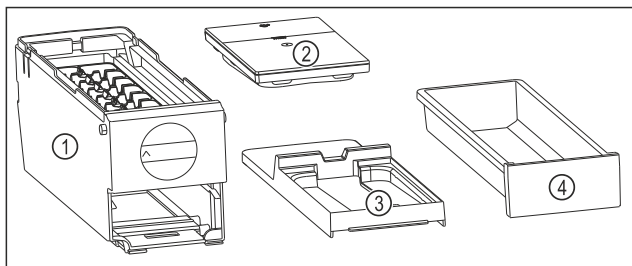

Fig. 132 Sestavni deli modula EasyTwist-Ice
- ▶ Modul EasyTwist-Ice je razstavljen na štiri dele. (glejte Fig. 132)
- ▶ Modul EasyTwist-Ice razstavite le na prikazane sestavne dele. (glejte Fig. 132)
- ▶ Glavni del EasyTwist-Ice Fig. 132 (1) očistite kot celoto.